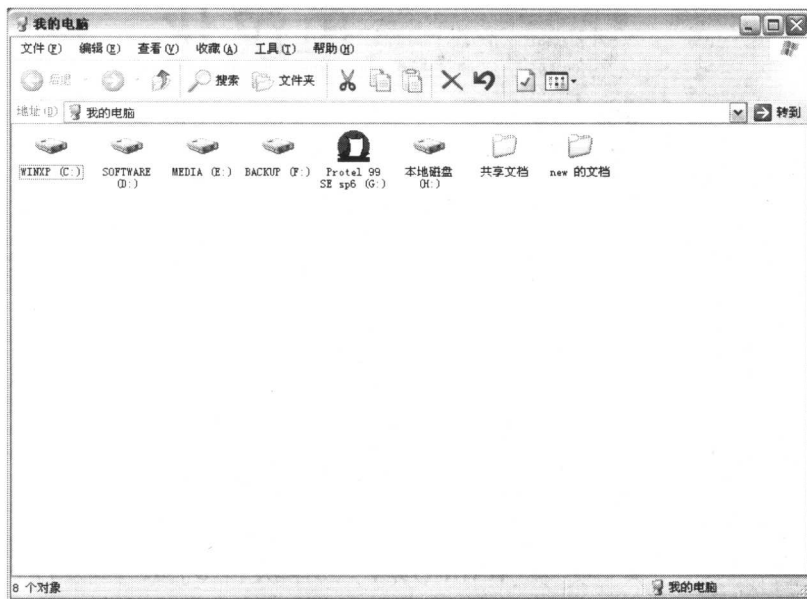

图 1-1 “我的电脑”窗口
(1) 启动电脑, 将 Protel 99SE sp6 软件光盘装入电脑的光驱中, 运行安装光盘。
(2) 双击 Windows 桌面上的“我的电脑”图标, Windows 显示“我的电脑”窗口, 如图 1-1 所示。